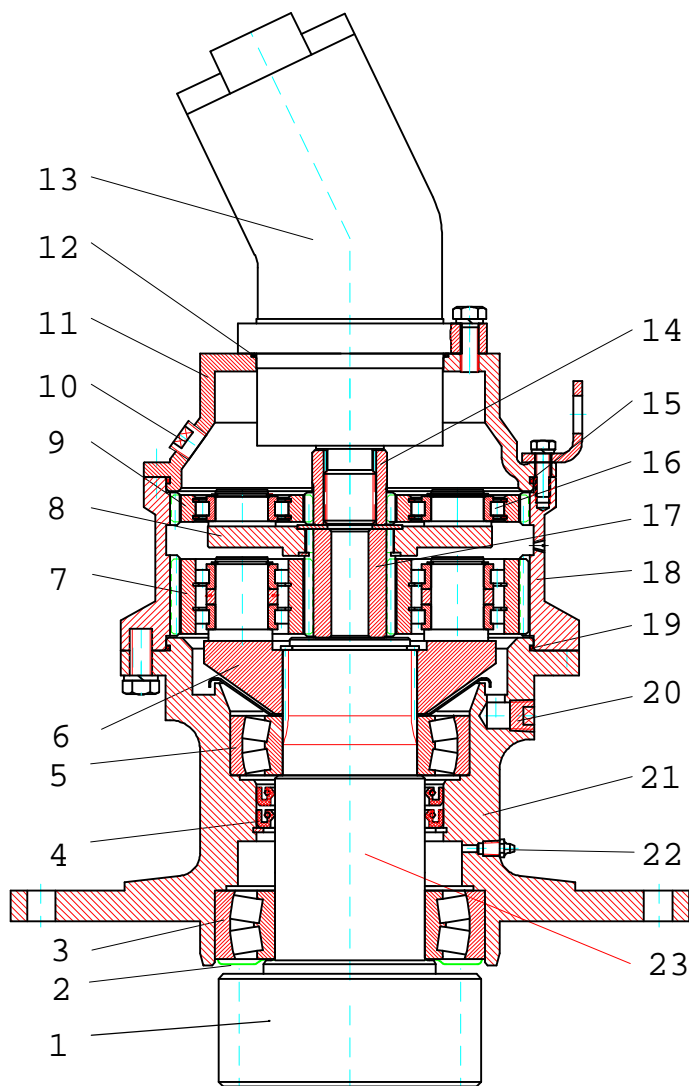

Рис. 29 Механизм поворота
2.1 МЕХАНИЗМ ПОВОРОТА (рис. 29)